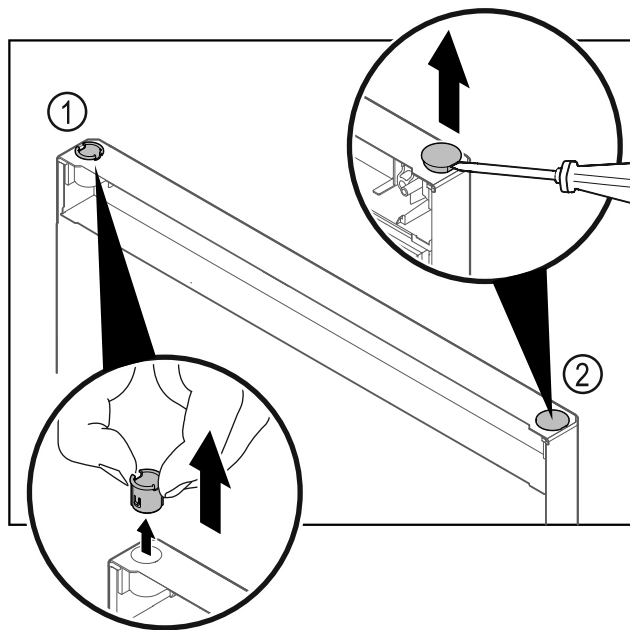

Fig. 11
- Витягніть шарнірну втулку Fig. 11 (1) пальцями.
- За допомогою шліцевої викрутки обережно підніміть заглушку Fig. 11 (2) та витягніть її.